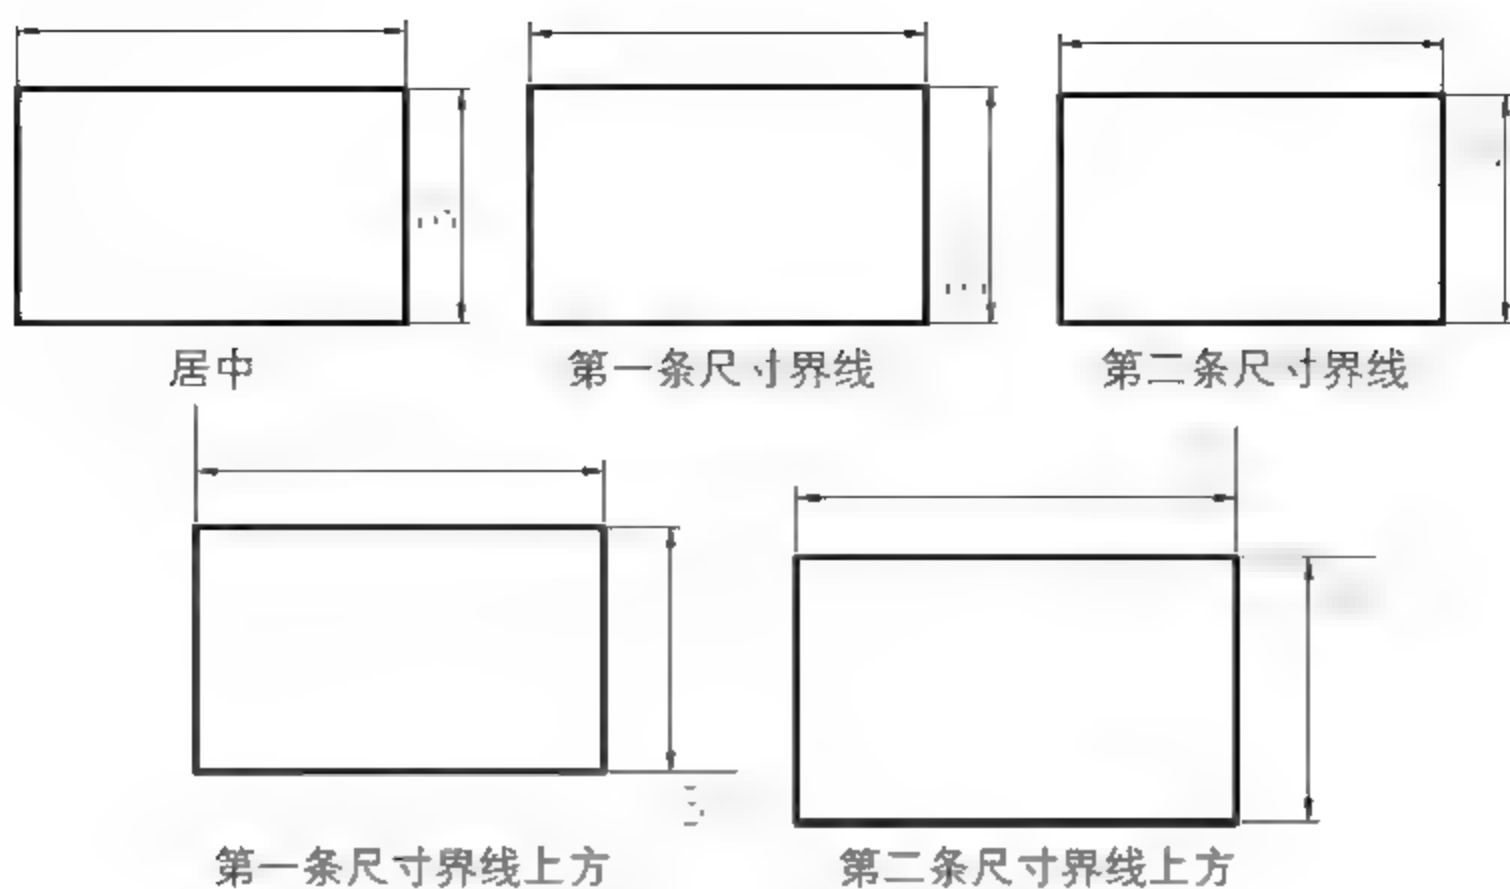

图5-28 文字在水平方向上的位置效果
- 水平：用于设置标注文字相对于尺寸线和延伸线在水平方向的位置。其中水平放置位置有【居中】、【第一条尺寸界线】、【第二条尺寸界线】、【第一条尺寸界线上方】和【第二条尺寸界线上方】，各种效果如图5-28所示。